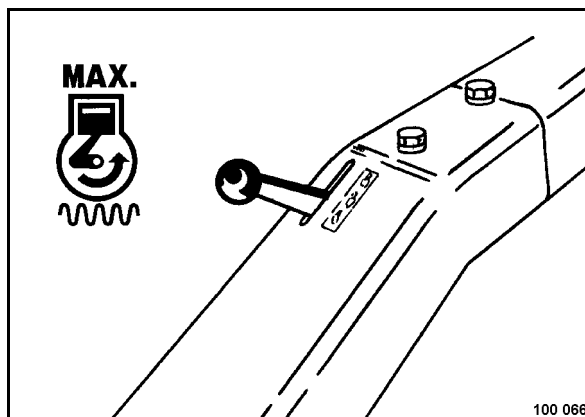

Рис. 40
- Установить рычаг управления частотой вращения (Рис. 40) в положение "MAX".